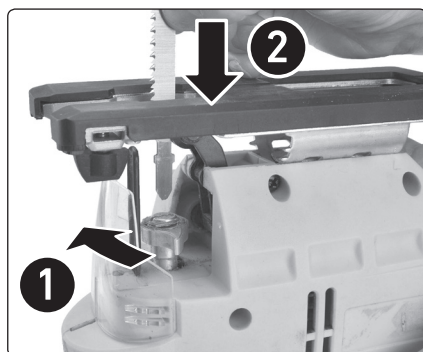

Abb. 6a
- Kippen Sie den Sägeblattspannhebel komplett heraus (Schritt 1 Abb. 6a) und indem Sie ihn in dieser Lage halten, schieben Sie in das Spannsystem so tief wie möglich das Spannende vom Sägeblatt in der Lage nach (siehe Schritt 2 Abb. 6a) hinein. Der zahnlose Teil vom Sägeblatt muss sich in der Nut der Führungsrolle befinden.